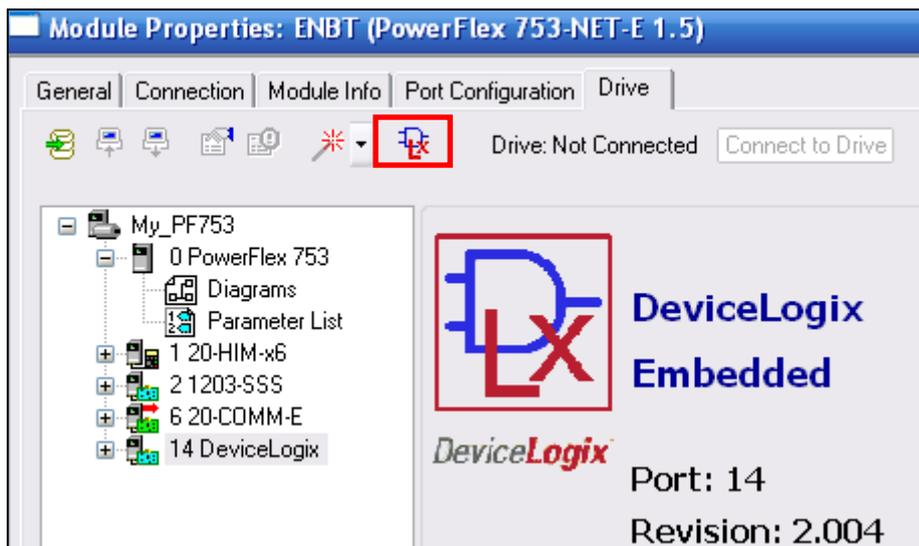

图 1-107 DeviceLogix 界面
4. 进入 Drive 界面，选择该界面左边的 Port 14-DeviceLogix，然后点击  图标，进入编辑界面，请注意，如果之前没有选择 **Port 14 – DeviceLogix Embedded**，该图标将是灰色的，如图 1-107 所示。